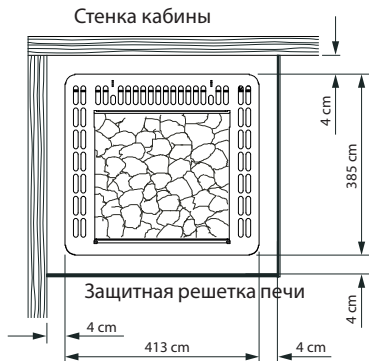

Рис. 2
- При монтаже печи для сауны необходимо следить за тем, чтобы расстояние по горизонтали (боковое) между печью и стенкой кабины составляло не менее 4 см (Рис. 2).